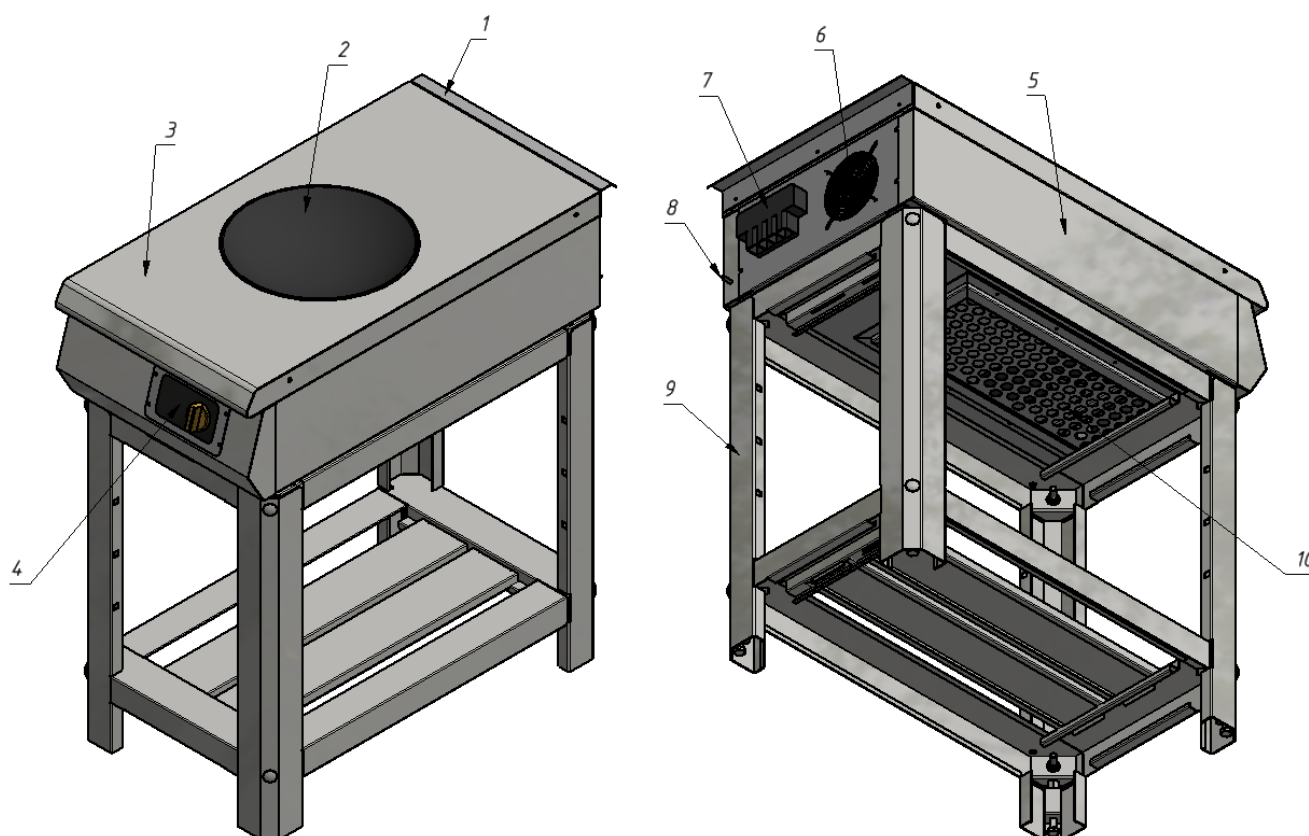

Рисунок 2 – Устройство плиты индукционной WOK Ф1ИП/800 (на подставке)
10.11. **ВНИМАНИЕ!** В нижней части плиты установлен съемный жируловитель системы вентиляции (рис. 2, поз. 10). **Эксплуатация плиты без данного фильтра ЗАПРЕЩЕНА!** Необходимо регулярно осуществлять чистку жируловителя через каждые 240 часов работы плиты. Чистить фильтр необходимо в посудомоечной машине или в горячей воде с использованием моющих средств, разлагающих жиры и масла. После мойки просушите фильтр и установите на место в нижней части плиты.